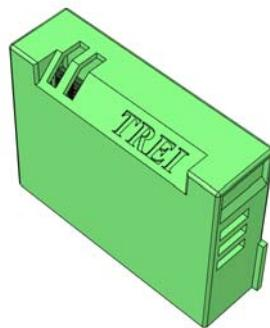

Рисунок 2 - Изолятор сигналов Iso-V
– гальваническая изоляция между каналами, между внешними цепями и модулем вывода осуществляется с помощью изолатора сигналов (Iso-V) см. рисунок 2;